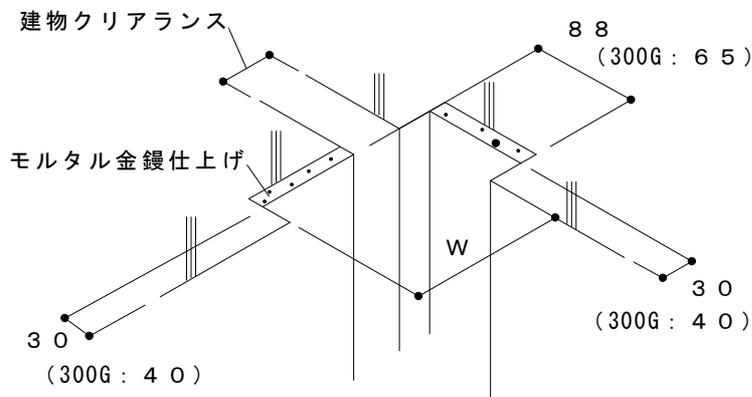

図 1
1. 建物のクリアランスは、変位量にあわせて仕上げてください。（図1,表1）それぞれの規定値よりも狭い場合には変形性能が確保できなくなる場合があります。